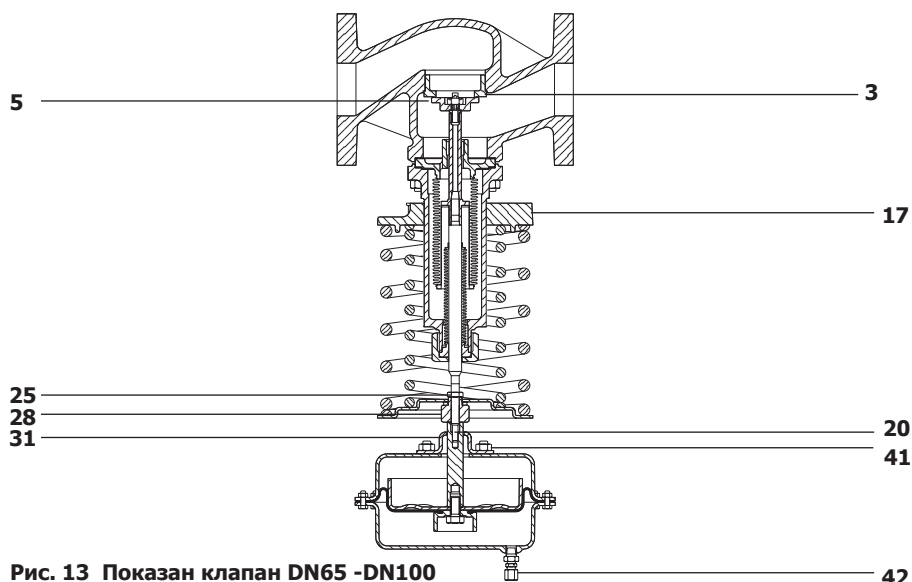

Рис. 13 Показан клапан DN65 -DN100
4.3.1 Процедура настройки максимального хода штока клапана (Рис. 13):
- Отсоедините ниппель (42). Отвинтите гайки крепления привода (41) и снимите привод с клапана.
- Вращайте диск настройки (17), чтобы снизить давление до нуля.
- При ослабленной гайке (28) отвинтите стопорную гайку (25).
- Нажмите на конец штока (20) так, чтобы плунжер (5) касается седла клапана (3) и отвинчивайте установочную гайку (28), пока она не коснется крепежной пластины (31).
- Теперь можно установить максимальный ход штока клапана путем вращения установочной гайки (28) в обратную сторону на количество поворотов, указанных в таблице 1, стр. 16. Затяните запорную гайку, чтобы закрепить это положение.
- Удерживая установочную гайку (28) от проворачивания, зафиксируйте ее стопорной гайкой (25), затягивая усилием, указанным в п. 4.2.